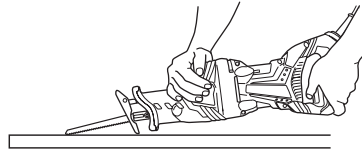
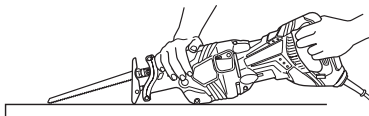

Fig. 25
Fig. 24
Con esta herramienta, podrá realizar cortes de cavidad en madera laminada y en tablas de material delgado. El corte de cavidad se puede realizar con toda facilidad con la hoja de sierra instalada en sentido inverso, tal como se observa en las Figs. 25, 27, y 29. Utilice una hoja de sierra lo más corta y gruesa posible. Para este fin, se recomienda la hoja BIMETÁLICA No 132 mencionada en la página 52. Asegúrese de prestar atención durante la operación de corte y de proceder de la siguiente manera.
- (1) Presione la parte inferior (o la parte superior) de la base contra el material. Tire del gatillo mientras mantiene la punta de la hoja de sierra separada del material. (Fig. 24, Fig. 25)